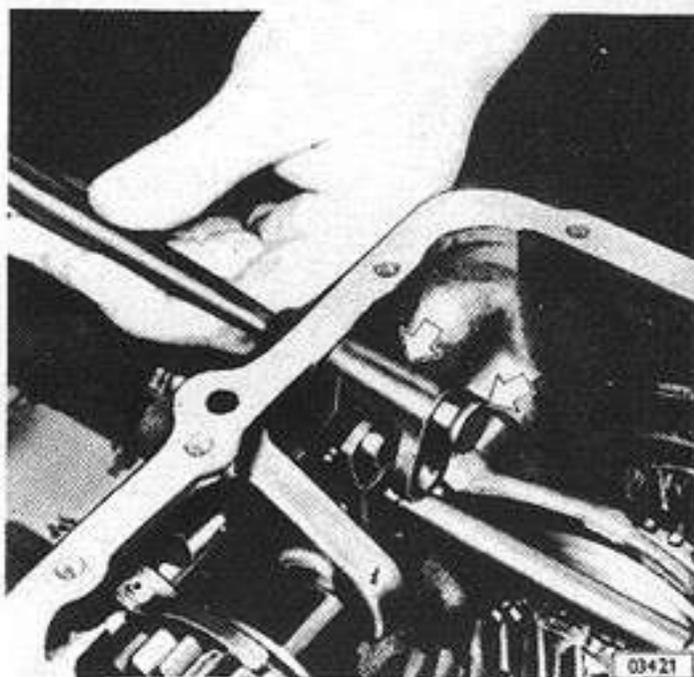

Fig. 6 - Extracción del perno pivote de la palanca intermedia del engranaje de marcha atrás
1. Sacar el perno pivote de la palanca intermedia del engranaje de marcha atrás (Fig. 6).